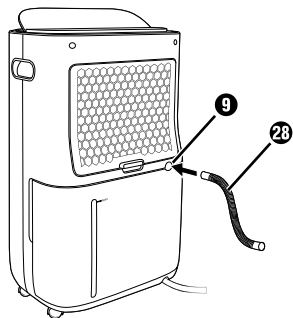

Fig. 3
- ◆ Sæt enten den medfølgende slange 28 eller EU-haveslangeadapteren 29 på udgangs-åbningen 9 (se fig. 3 + 4).